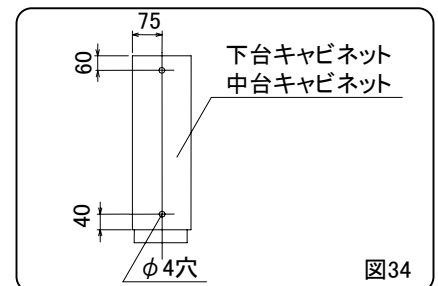

図34
- ②下台キャビネットの天板の所定位置に中台キャビネット連結用の下穴(φ4穴)を加工してください。(図34)
- ③中台キャビネットの天板の所定位置に上台キャビネット連結用の下穴(φ4穴)を加工してください。(図34)